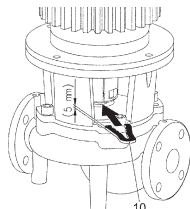

Fig. 13: Atașarea barei de montaj
10. Împingeți furca de montare (Fig. 13, poz. 10) între piesa intermediară și cuplaj. Furca de montare trebuie să stea fixă, fără joc.
13. Împingeți furca de montare (Fig. 13, poz. 10) între piesa intermediară și cuplaj. Furca de montare trebuie să stea fixă, fără joc.